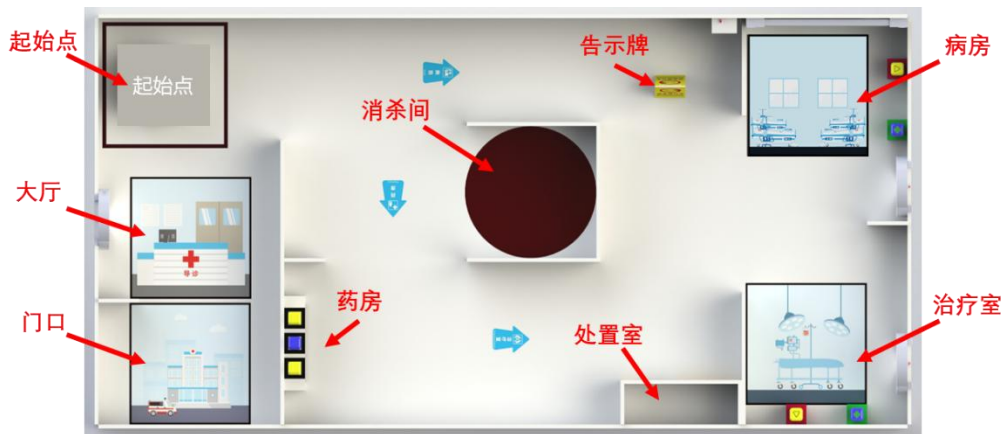

图 6 场地定义
(6) 医疗应用场地:如图 6 所示,分为机器人起始点、医院大厅、医院门口、消杀间、处置室、药房、病房和治疗室。不同医院环境会不一样,服务机器人需适用于各种的医院布局,目前场地作为参考的一种场地布局,具体布局及尺寸图比赛任务书公布。